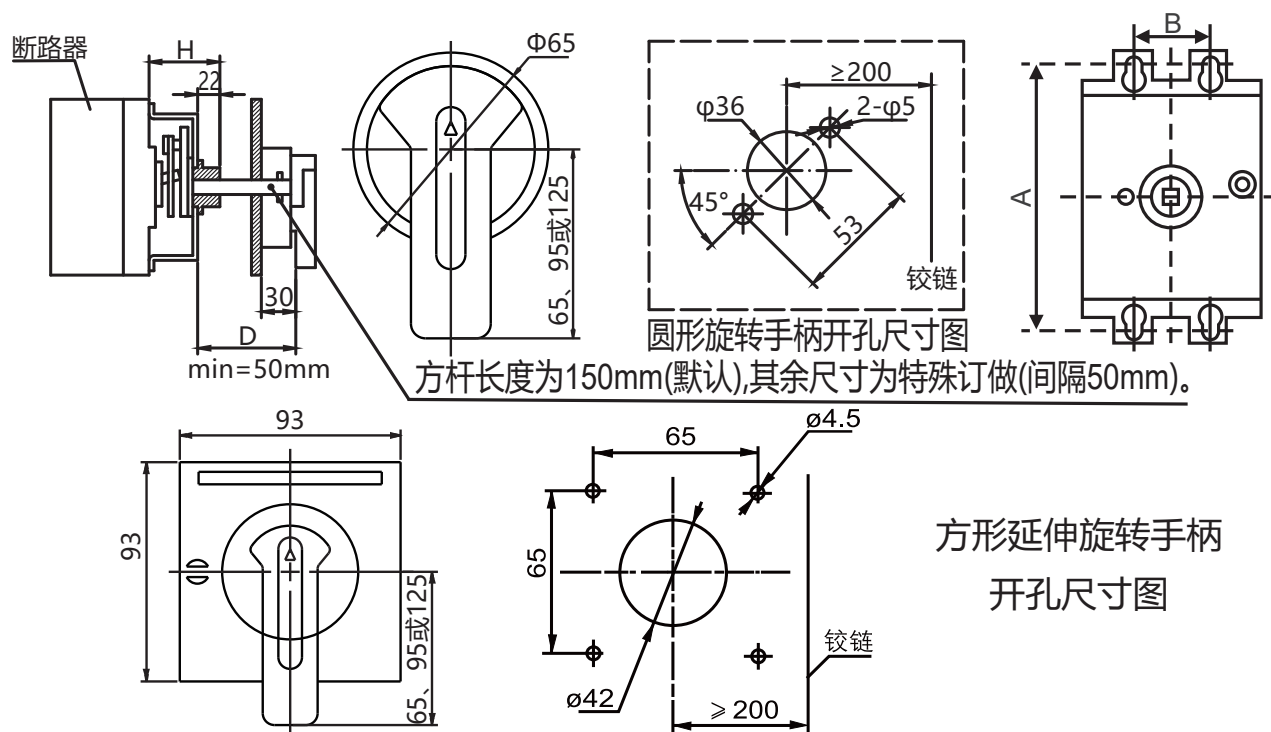

图6 手动操作机构尺寸图
- 4) 手操机构配用操作手柄默认为“A”型圆形手柄，需要“F”型方形手柄时开单需要注明。手操机构安装尺寸见图6和表9。